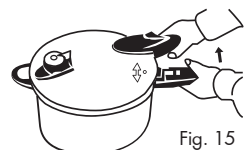

Fig. 15
- Gire el asa superior en sentido antihorario (Fig. 15).